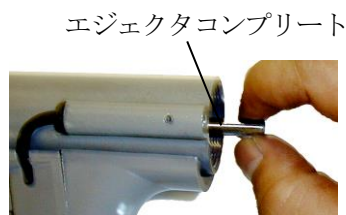

図7-16
- (5) エジェクタコンプリートを手で引き抜いて下さい。(図7-16)